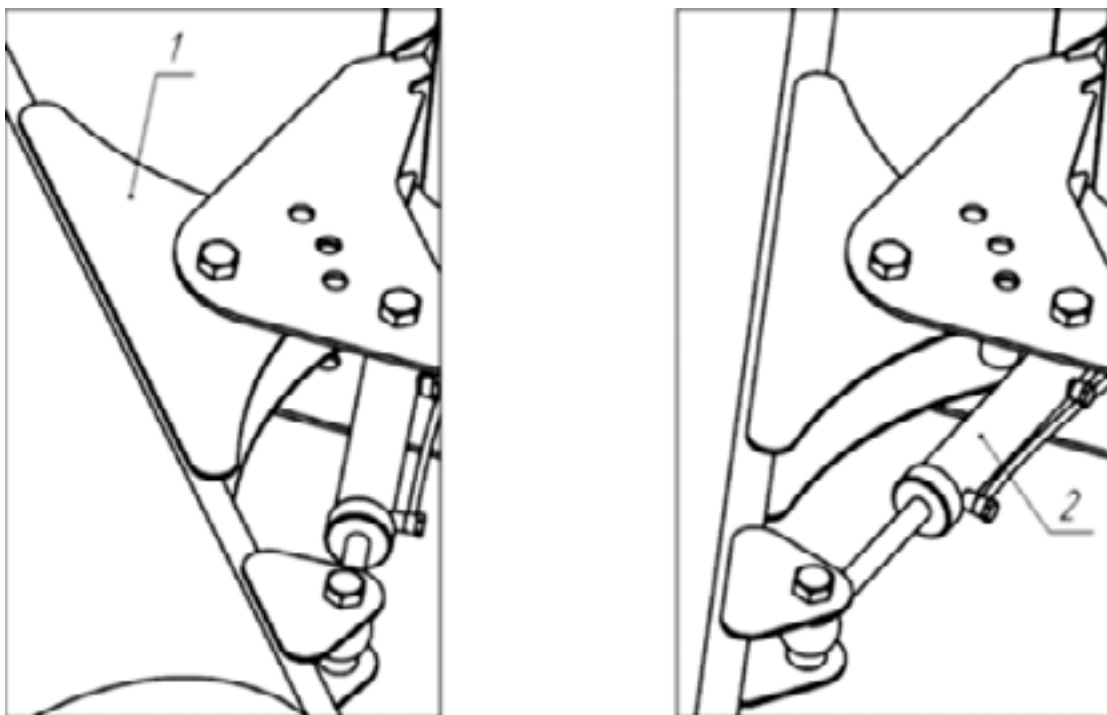

Рисунок 10 – Дистанционная регулировка угла поворота щетки
- Установите необходимый угол поворота корпуса, подметающего катка поз. 1 (Рис.10), плавно подав давление в гидроцилиндр поз. 2, используя органы управления потоком рабочей жидкости в дополнительной линии.